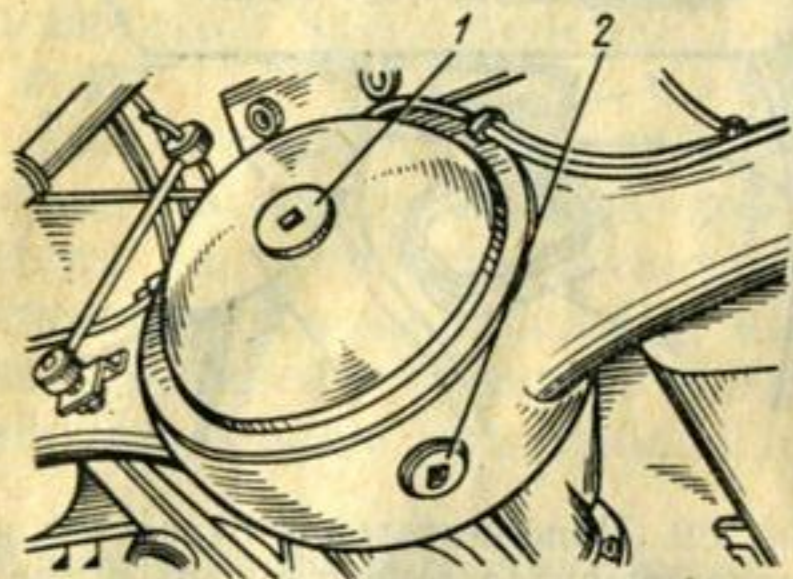

Рис. 41. Пробка наполнительного и сливного отверстий картера заднего моста:
**Задний мост.** Уровень масла (см. табл. 2) в картере заднего моста должен быть по нижнюю кромку отверстия для заполнения маслом, закрываемого резьбовой пробкой 1 (рис. 41).